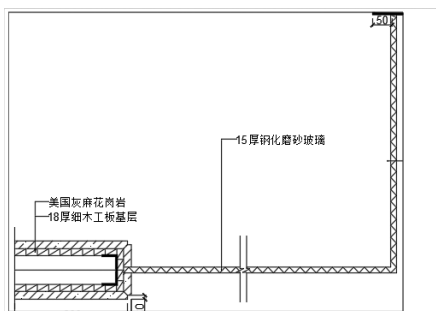

图 7-106 打印预览效果
(7) 单击“输出”选项卡“打印”面板中的“打印”按钮，打开“打印 - 布局 1”对话框，如图 7-105 所示，不需要重新设置，单击左下方的“预览”按钮，打印预览效果如图 7-106 所示。